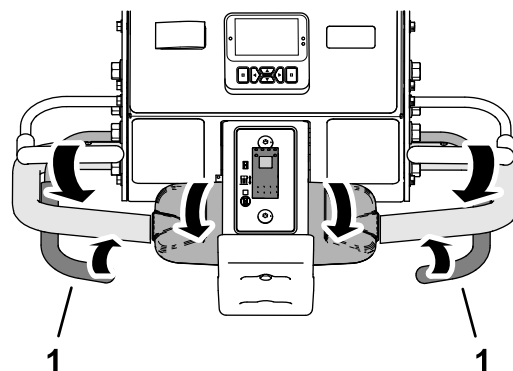

図 83
3. 前タイヤが作業場所に入るタイミングで、左または右のエアレーションペイルを握り込む **図 83**。